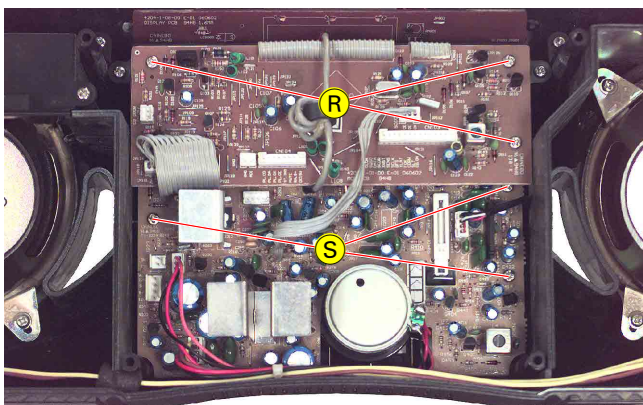

Fig. 12
- 3 Schrauben (R) (Fig. 12) herausschrauben.
- 3 Schrauben (S) (Fig. 12) herausschrauben.
- Undo 3 screws (R) (Fig. 12).
- Undo 4 screws (S) (Fig. 12).